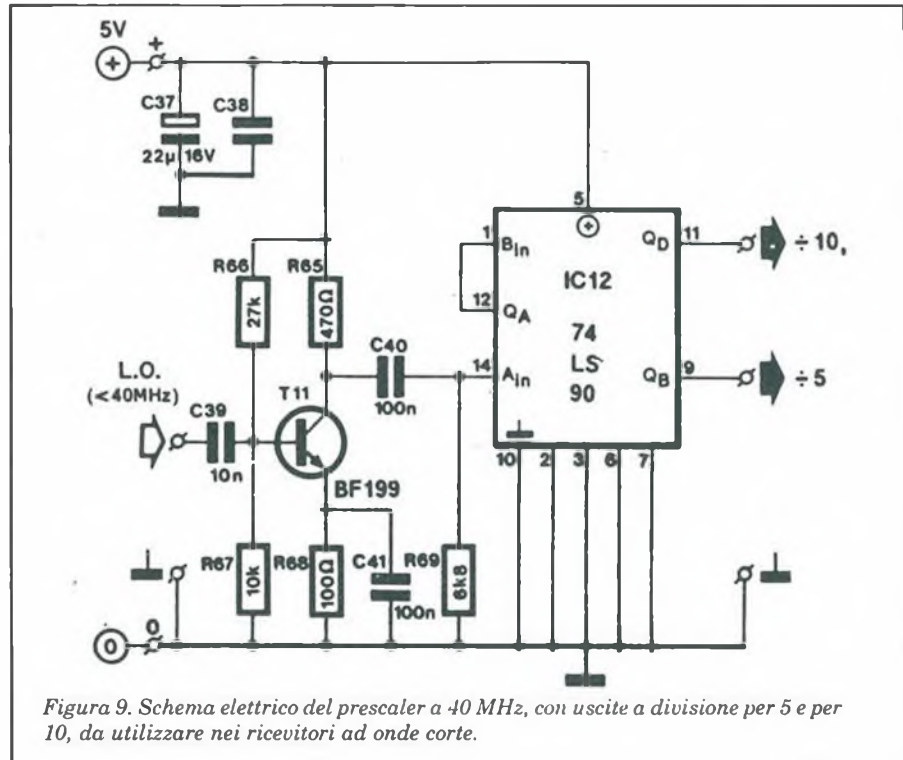

Figura 9. Schema elettrico del prescaler a 40 MHz, con uscite a divisione per 5 e per 10, da utilizzare nei ricevitori ad onde corte.
Lo schema elettrico del prescaler per ricevitori ad onde corte è illustrato in Figura 9. Il transistor T11 garantisce che l'oscillatore locale del ricevitore non risulti eccessivamente caricato e funziona contemporaneamente come amplificatore/pilota digitale per il divisore IC12. Il prescaler ha un'uscita divisa per 5 ed una divisa per 10 (riferirsi alla tabella 1 della prima parte). Può gestire segnali d'ingresso di oscillatore locale fino a circa 40 MHz ed ha una sensibilità di 150 mV_{eff} a 20 MHz. Utilizzando un 74F90 nella posizione di IC12, la massima frequenza utilizzabile può essere aumentata a più di 60 MHz.
Il prescaler VHF è un circuito leggermente più complesso, come risulta dalla Figura 9. Prima del contatore/divisore per 10 ECL (IC13) c'è un amplificatore a larga banda a due stadi ed accoppiamento diretto, formato da T8 e T9. Quantunque, secondo i dati, l'SP8660 abbia un'uscita a collettore aperto compatibile con TTL e CMOS, sono necessari un certo interfacciamento ed una certa filtrazione del segnale prima di poterlo applicare all'ingresso LO (oscillatore locale) dell'MC145157 (IC1). La sensibilità del prescaler VHF diminuisce da 30 mV_{eff} (a circa 100 MHz) fino a 500 mV_{eff} (a 190 MHz); Facciamo notare che la seconda frequenza è maggiore del limite massimo specificato per l'SP8660. In un montaggio sperimentale, si è potuto riscontrare che il prescaler ha una frequenza d'ingresso massima assoluta di 250 MHz. Il guadagno di T9 è definito principalmente dal valore di R58.
- Prescaler HF (Figura 9)